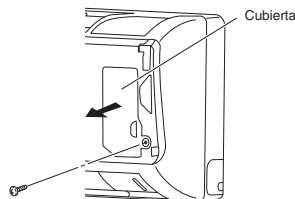

Fig. 3-49
- (2) Extraiga el tornillo de la placa de la cubierta derecha y abra la cubierta. (Fig. 3-49)